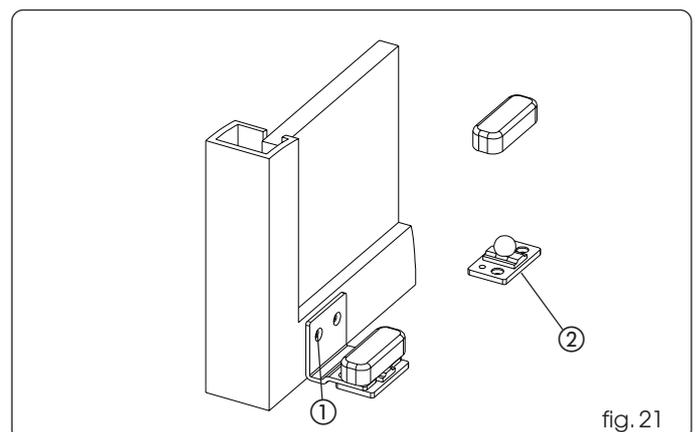

fig. 21
- Fixer les patins d'après la fig. 21 réf. ① en utilisant des vis adéquates.
- Fixer directement le patin au sol, d'après la fig. 21 réf. ② en utilisant des tasseaux et des vis adéquates.